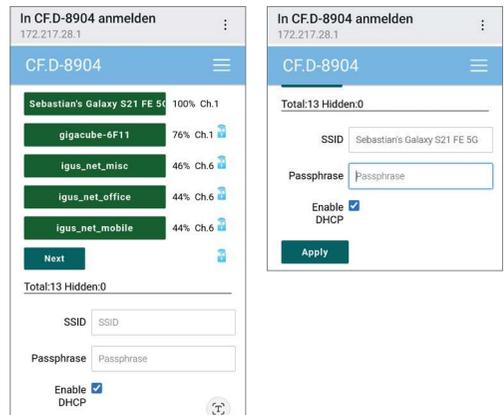

Abbildung 7: WiFi Netzwerke /
- Sollte das WiFi-Netzwerk nicht angezeigt werden, können weitere erreichbare WiFi Netzwerke über die Schaltfläche „Next“ angezeigt werden. Durch Klick auf eines der WiFi Netzwerke wird die SSID automatisch in das u.s. Feld „SSID“ übertragen und muss nicht von Hand eingegeben werden (siehe Abbildung 7).